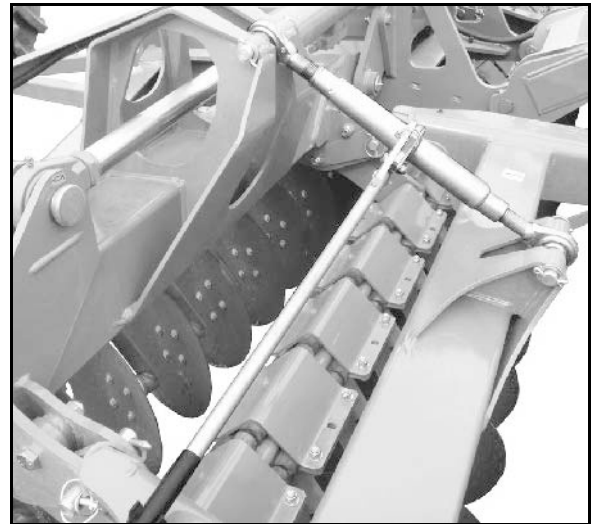

Bild 34
- Det inställda arbetsdjupet kan avläsas på skalan på sidoramen (Bild 34/1).